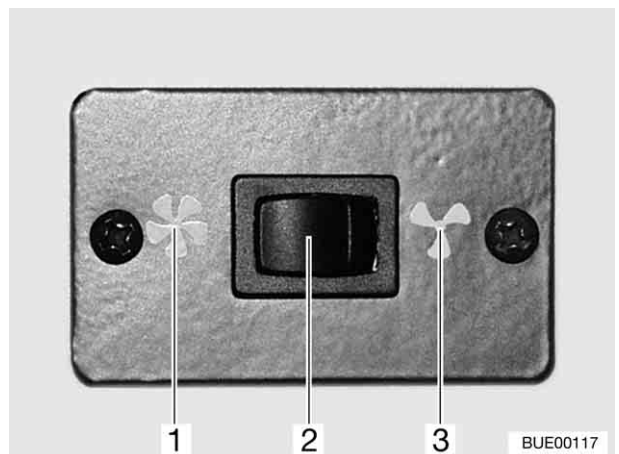

Fig. 120 Boutons de commande
- Mettre l'interrupteur à bascule (Fig. 120,2) en position (Fig. 120,3) "Puissance moyenne" ou en position (Fig. 120,1) "Maximum".
- Mettre le commutateur à bascule (Fig. 120,2) en position intermédiaire.